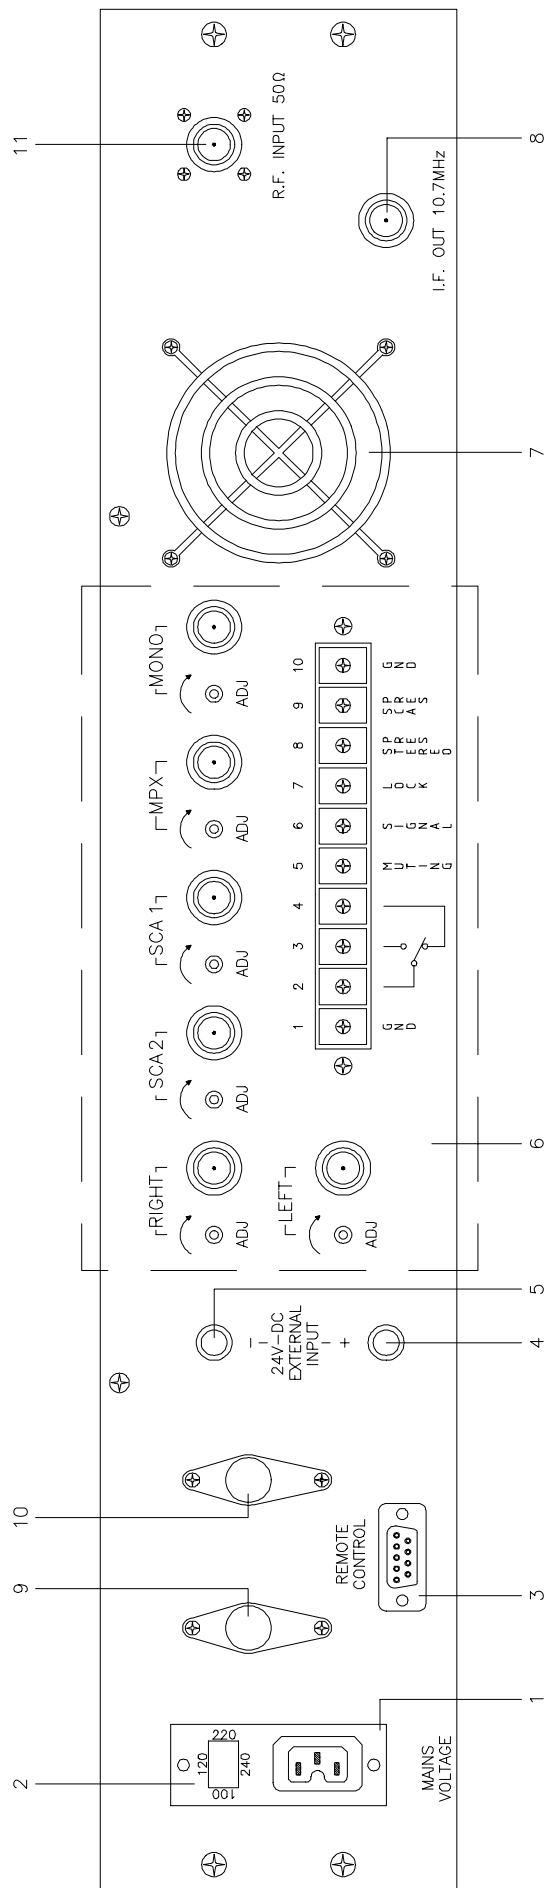

FIG. 2
DESCRIZIONE DEL PANNELLO POSTERIORE (FIG. 2)
La prima operazione da effettuare è pertanto quella di selezionare la giusta tensione di alimentazione tramite il selettore posto sul pannello posteriore: eventualmente con un cacciavite sollevare il cappuccio (2 Fig.2) su cui sono stampati i valori di tensione e ruotarlo fino a che il valore che interessa corrisponda con la freccetta e quindi reinserirlo.
2) Accertarsi che l'antenna sia collegata correttamente all'ingresso RF (11 Fig.2) posto sul pannello posteriore del ricevitore.
4) Connettere il cavo di rete nell'apposita vaschetta VDE (1 Fig.2).